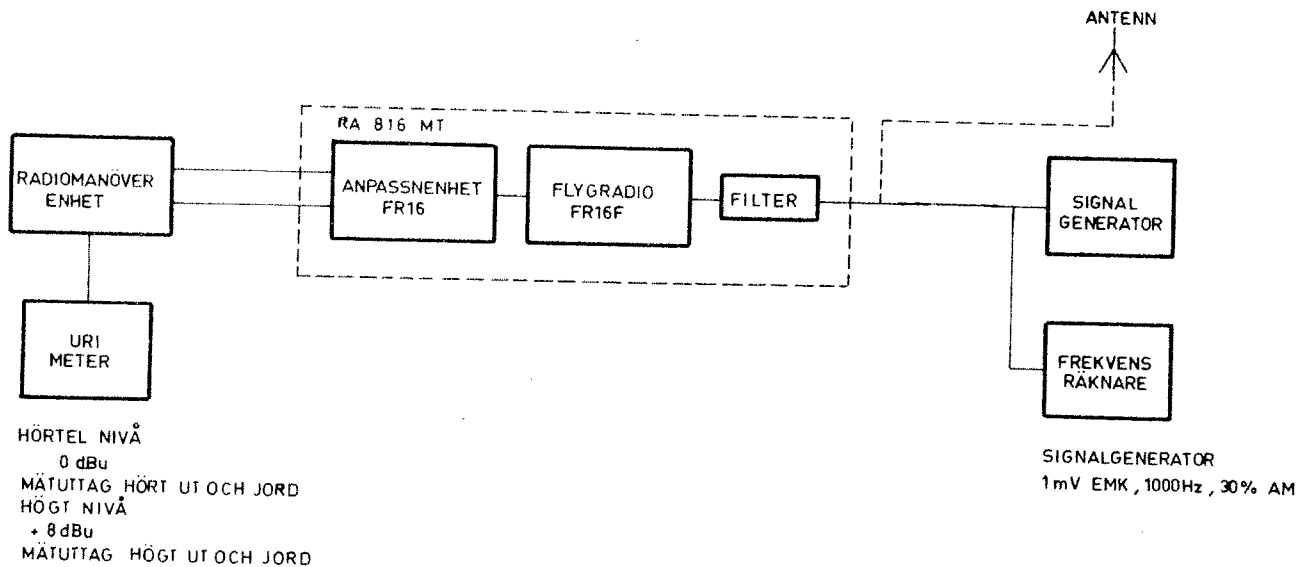

Bild 14
- Anslut URI-metern till mätuttagen HÖRT UT och JORD på RFK-kortet för aktuell hörtelefonutgång, se bild 14.